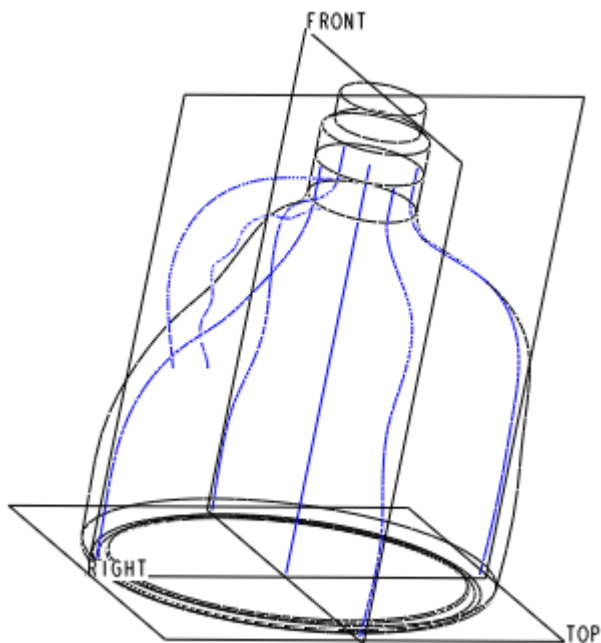

图 45-20
(6) 单击  , 完成基准曲线的建立如图 45-20 所示。